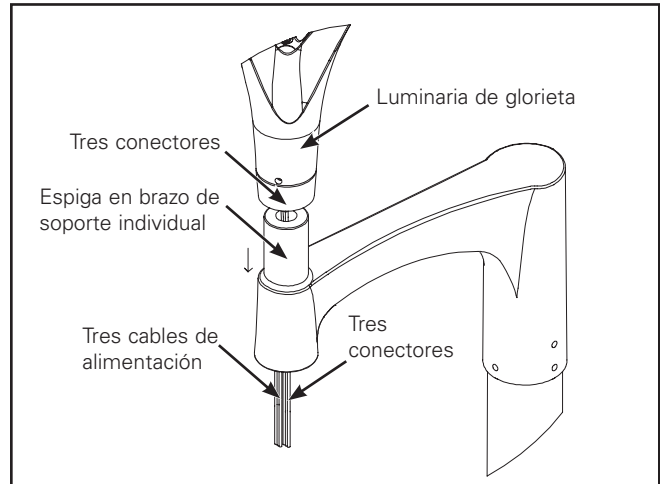

Figura 7.
9. Tire los tres conectores de la luminaria e insértelos en la espiga del brazo y a través del orificio del tapón. (Figura 7.)